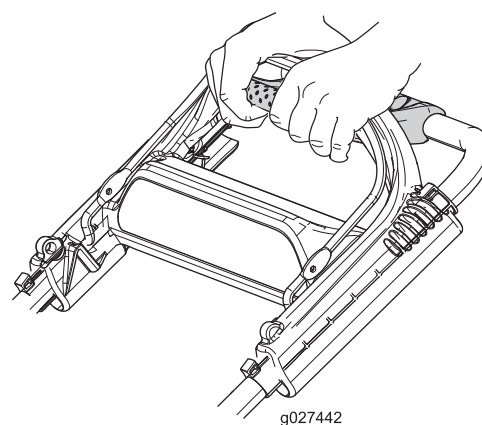

Figure 21
1. Saisissez les coins de la poignée d'aide au déplacement du bout des doigts (Figure 21).